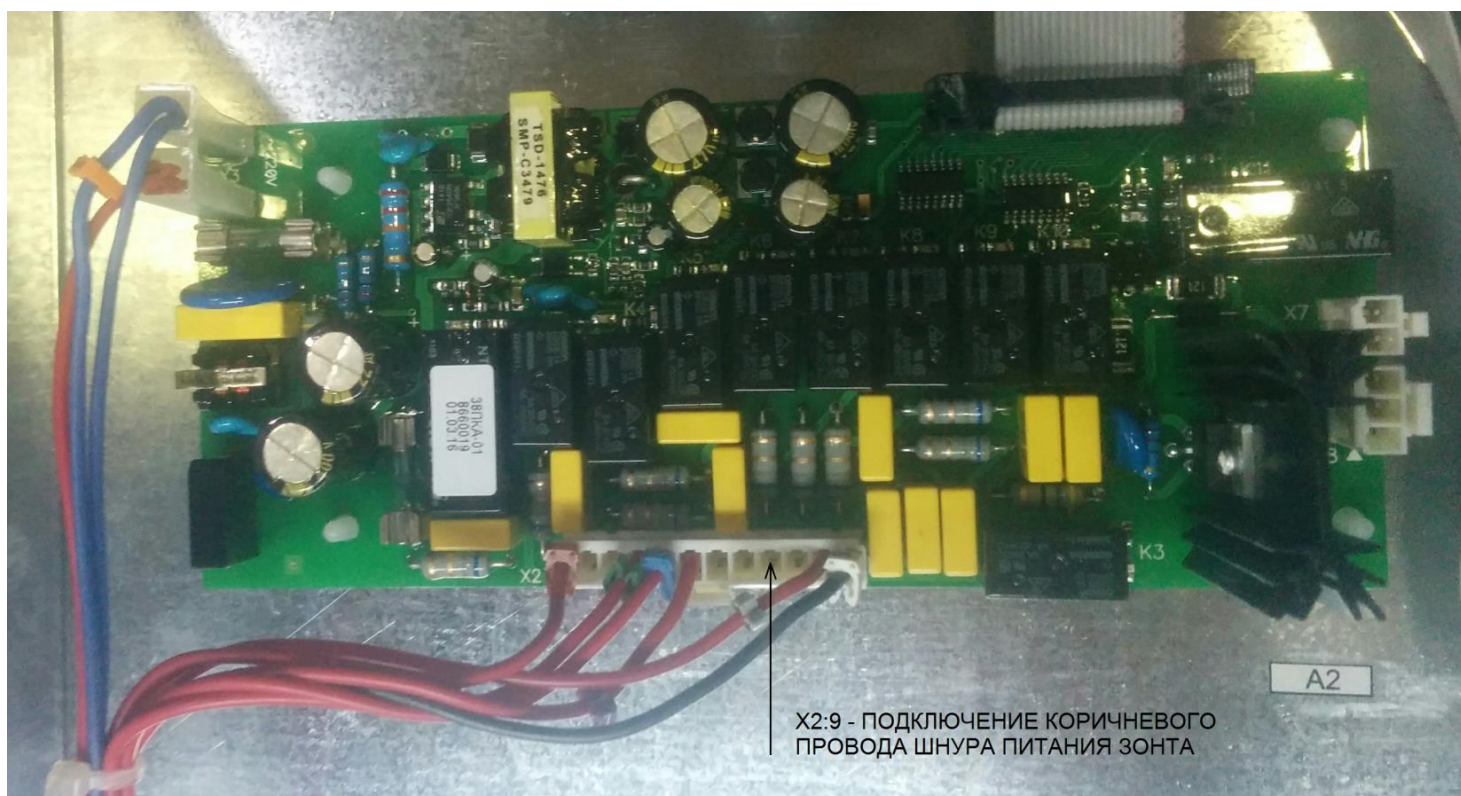

Рис. 1 Подключение к блоку управления контроллера
- коричневый провод шнура питания (L) подключить к разъему X2:9 блока управления контроллера (рис. 1);
- синий провод шнура питания (N) подключить к автоматическому выключателю QF2:2;